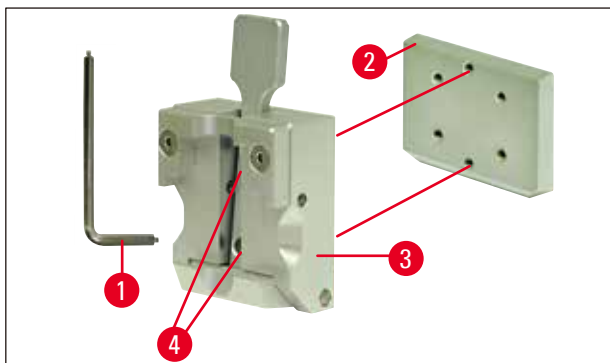

Fig. 10
3. Pour retirer la glissière en queue d'aronde (→ Fig. 10-3) de la pince à objet (→ Fig. 10-2), dévissez les deux vis (→ Fig. 10-4) de la glissière en queue d'aronde (→ Fig. 10). Utilisez également la clé pour vis à six pans creux de 3 mm avec poignée.